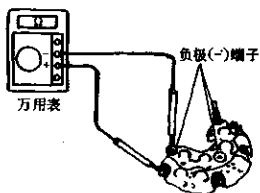

图 4-13 检查二极管负向电阻
2) 检查二极管反向电阻，如图 4-13 所示。将万用表正表笔接散热架（负极），负表笔依次与各结合点相接，每次测量的电阻值均须为  $50\sim 80\Omega$ 。